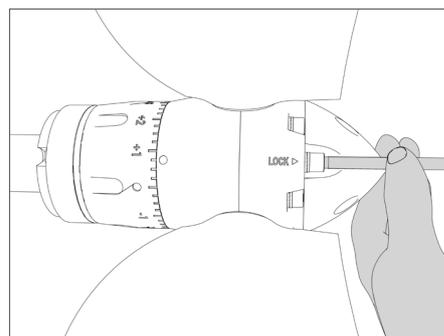

ABB. 27 Anziehen der Feststellschraube
- Ziehen Sie die Feststellschraube **F** (**Abb. 27**) wieder an und stellen Sie sicher, dass sich die Schraube richtig und ohne Kraftanwendung eindrehen lässt (Wenn sich die Schraube nur schwer wieder anziehen lässt, bewegen Sie mit der Ringmutter leicht und ziehen Sie die Schraube langsam an, damit sie richtig in die Gewindebohrung passt). Die Feststellschraube hat eine Sicherungs-Unterlegscheibe, die aus zwei Hälften besteht. Achten Sie darauf, sie nicht zu verlieren. Es wird auch empfohlen, die Feststellschraube nicht zu fest anzuziehen, max 7 Nm (0,7 Kgm).